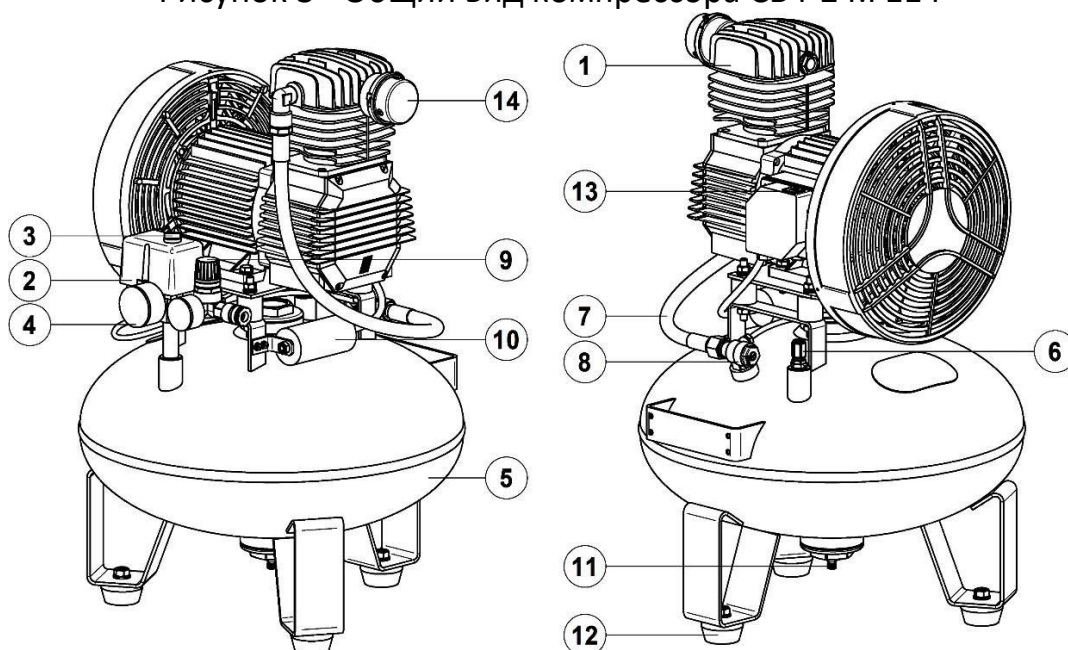

Рисунок 4 - Общий вид компрессора СБ4-24.GMS150 и СБ4-50.GMS150
- Выверните фильтр 14 (рис. 4, 6) при обслуживании компрессора с поршневым блоком GMS150. Ослабьте крышку всасывающего фильтра;